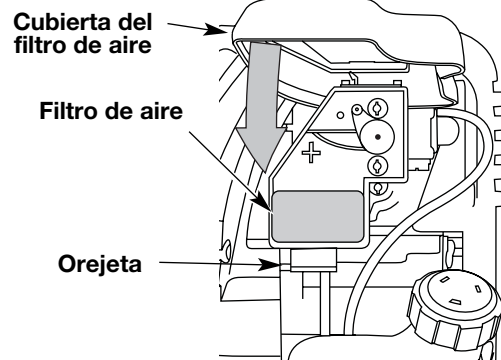

Fig. 32
- Gire la tapa hacia abajo hasta que la lengüeta de la placa posterior del filtro de aire se enganche en la ranura de la tapa del filtro de aire (Fig. 32).